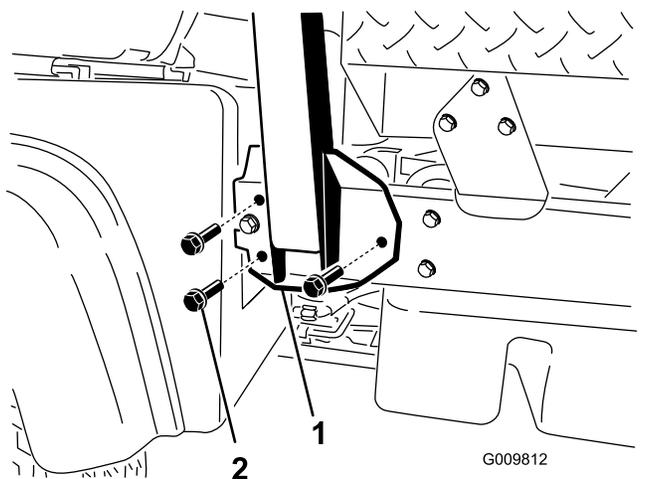

図 4
2. ROPS の両サイドを車両フレーム側面の取付け穴に揃える **図 4**。
3. ROPS 固定ブラケットを車体フレームに固定するフランジヘッドボルト ½ x 1¼" 3本を使用する。 **図 4**